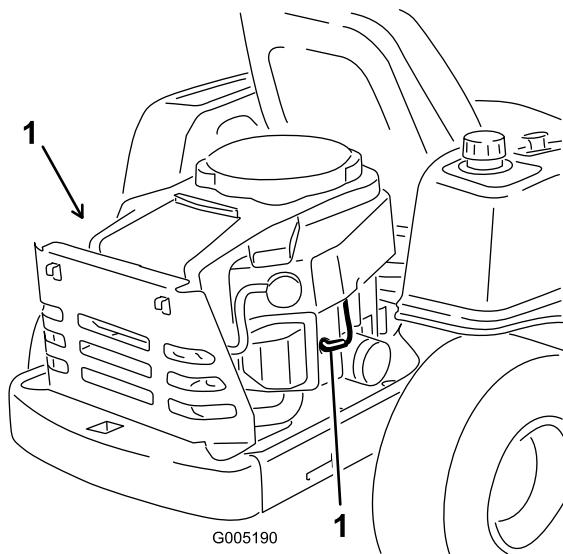

Figure 32
2. Avant de retirer la(les) bougie(s), nettoyez la surface autour de la base de la bougie pour empêcher la poussière et les débris de pénétrer dans le moteur. Débranchez les fils de la (des) bougie(s) (Figure 32).
- Reconnectez le fil à la bougie (Figure 32).